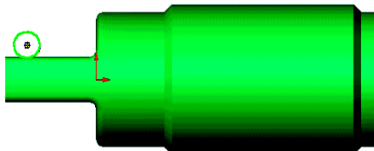

Рис. 2.15. Элементы скруглений
3. Выбрать кромки **Н**, **О** и **П**, вместо которых предполагается выполнить скругления (рис. 2.15).